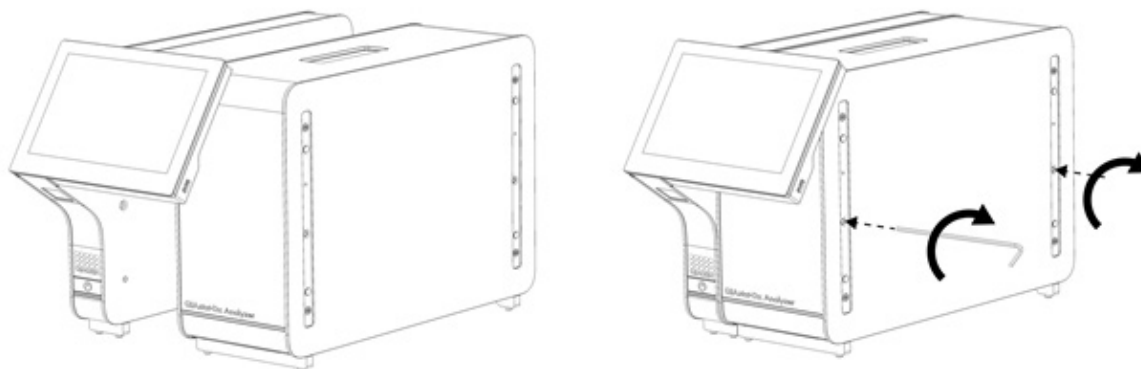

Bild 6. Ansluta driftsenheten till den analytiska enheten.
3. Ta bort driftsenheten från sin låda och fäst den på vänster sida om den analytiska enheten. Dra åt skruvarna med monteringsverktyget för den analytiska enheten/driftsenheten som medföljer QIAstat-Dx Analyzer 1.0 (bild 6).